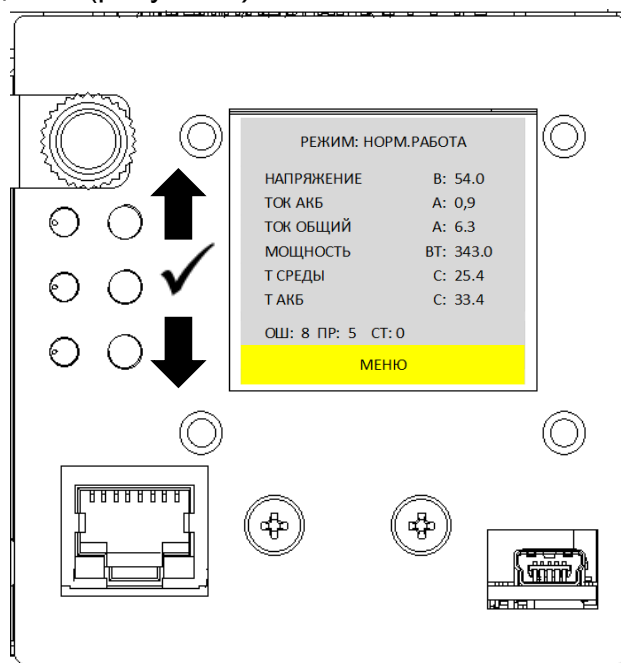

Рисунок 7 – Дисплей контроллера
2.3.1 После подачи питания на устройство происходит первоначальная инициализация контроллера. На дисплее отображается главное окно с текущей информацией о состоянии: режим работы, напряжение на АБ, ток АБ, ток общий, мощность, температура окружающей среды, температура АБ, количество ошибок (аварий), предупреждений и сообщений (рисунок 7).